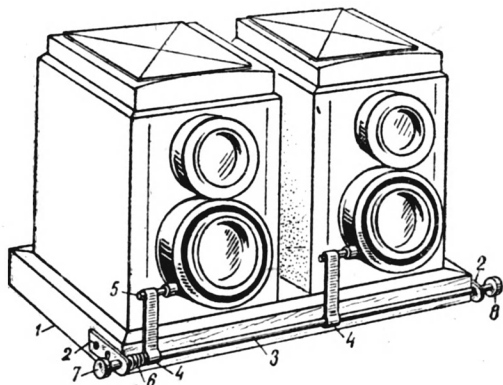

Рис. 8. Устройство для одновременной экспозиции двумя аппаратами «Любитель».
4. К боковым брускам столика (рис. 8) прибейте металлические полоски (2). Концы полосок должны выступать вперед. В отверстия полосок (2) пропустите стержень (3) из проволоки диаметром 2,5 или 3 мм (можно использовать вязальную спицу).